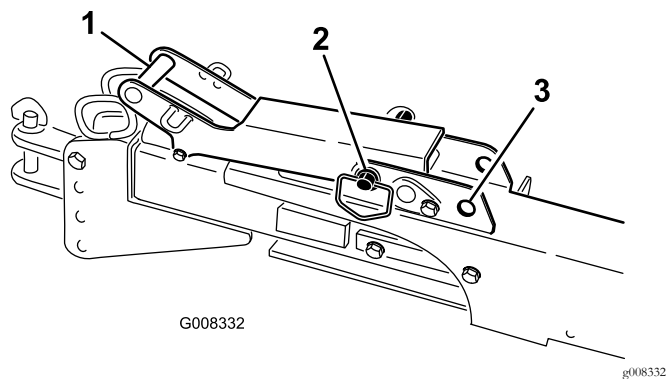

图35
4. 如果使用拖曳挂钩将土芯处理机移至辆正后方收回拖曳挂钩并将门锁手柄销移至锁定位置 图35。